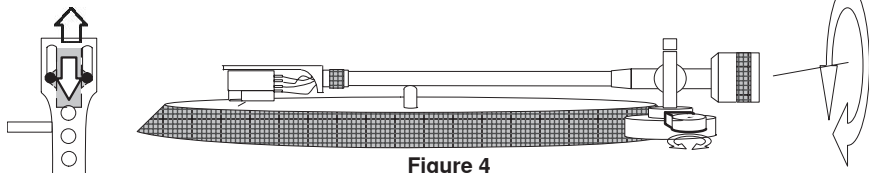

Figure 4
•Hi-Fi-Einrichtung (Abbildung 4): Für höchste Klangtreue und minimalen Verschleiß der Schallplatte den Tonabnehmer mit einer Überhangmeßschablone oder einer Überhangjustierlehre (im Lieferumfang des Plattenspielers enthalten) platzieren. Den Tonarm nivellieren (siehe **Abbildung 7**) Die für den Tonabnehmer übliche Auflagekraft anhand von Tabelle 2 und „Einstellung einer genauen Auflagekraft“ weiter unten einstellen. Den Antiskating-Regler auf den gleichen Wert wie die Auflagekraft einstellen.
•Configuration Hi-Fi (Figure 4) : Pour maximiser la fidélité et minimiser l'usure des disques, positionner la cellule à l'aide du rapporteur d'alignement ou de la jauge de dépassement fourni(e) avec la platine. Mettre le bras de lecture à niveau (voir figure 7). Se reporter au tableau 2 et à la rubrique «Réglage d'une force d'appui précise» ci-dessous pour régler la force d'appui type de la cellule. Régler l'antiskating à la même valeur que la force d'appui.